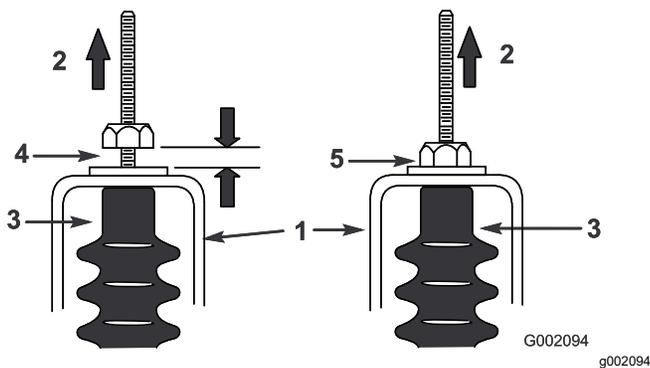

Figura 65
5. Tire hacia arriba de cada cable de cambio y asegúrese de que hay una distancia de 0,76–1,52 mm entre la tuerca/arandela y la pletina de punto muerto (Figura 65).